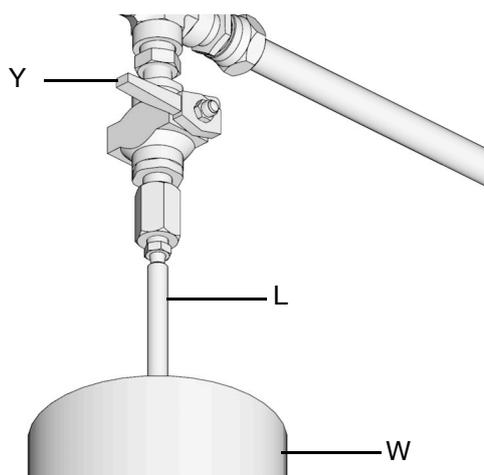

Рис. 20:
- а. Для сброса давления между заполняющим насосом (F) и автоматическим запорным устройством для заполнения (B) откройте шаровый клапан (bv) (Рис. 20). Давление сбросится, и лишняя жидкость стечет через дренажную трубку (L) в переливной контейнер для смазки (W).